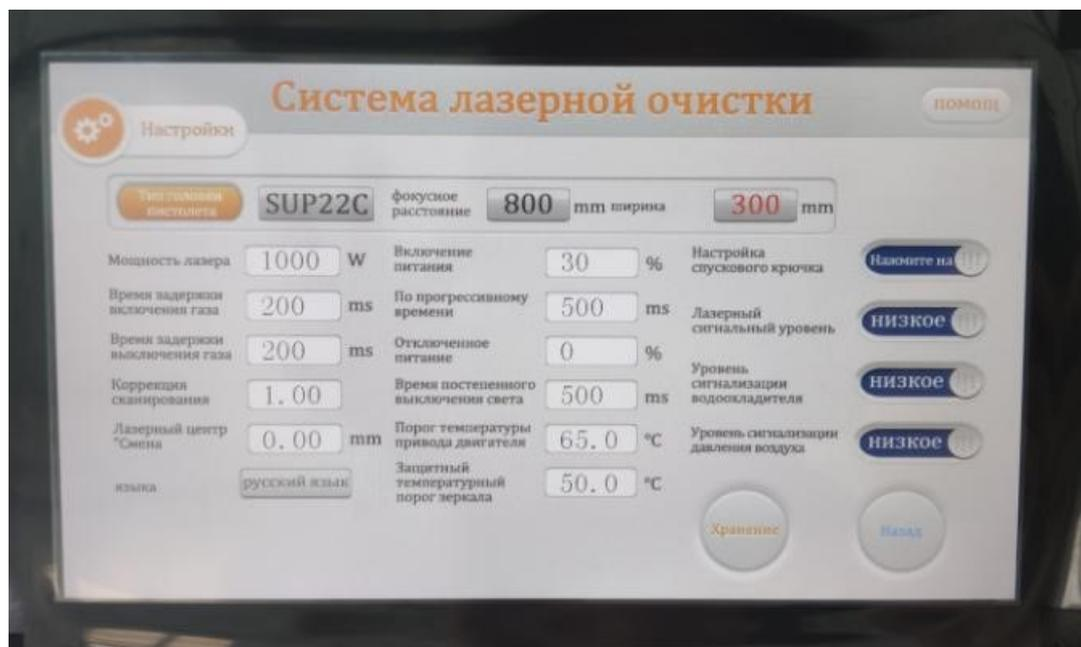

Рис.4-5 Интерфейс настройки
(2) Введите пароль **123456**, чтобы войти в интерфейс настроек, как показано на рис. 4-5, который, как правило, не требует изменения пользователем.